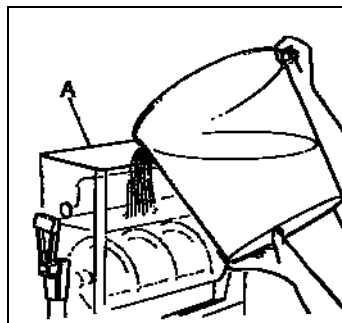

Fig. 17
- Verser le produit obtenu dans le bac en respectant la capacité maximale de 12 litres (voir fig. 17).